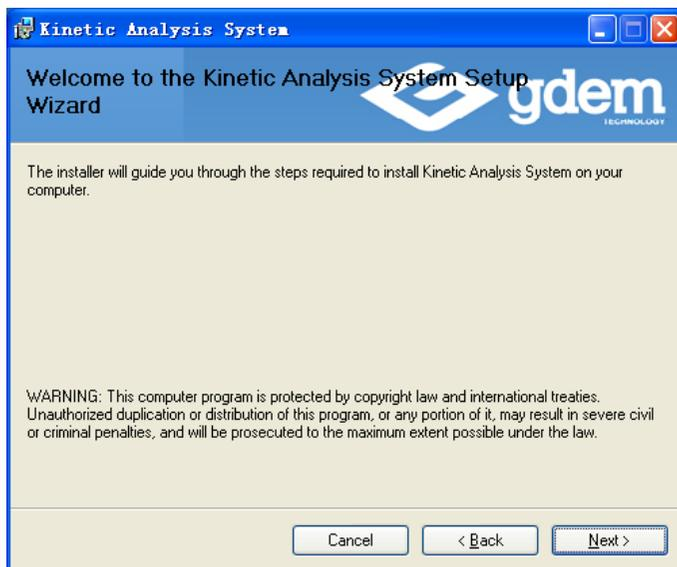

图 3.5 软件版权声明对话框
2、选择“Next”进入下一步，弹出如下声明对话框（图 3.5）。该对话框对“GDEM 动力学专业版（V2.5）”的版权进行了声明。未经许可复制、散发本软件及其组件，我们将保留追究其法律责任的权利。